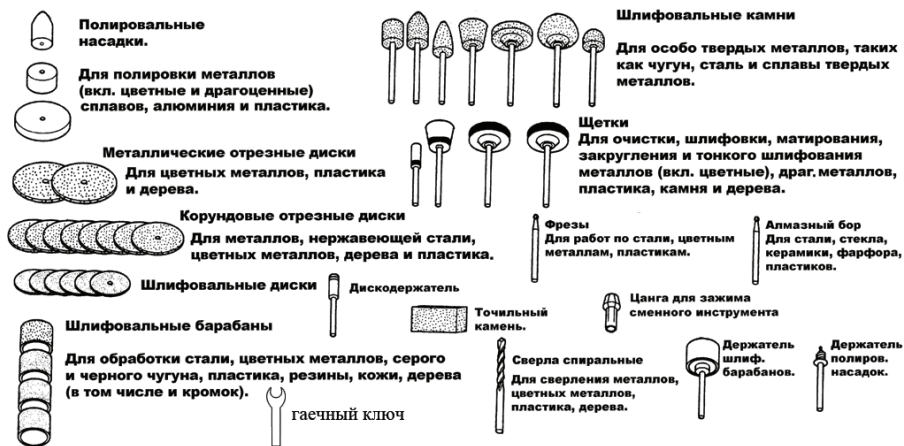

рис. 2
Крутящий момент с якоря двигателя передаётся на цанговый патрон. В патрон крепятся различные насадки (рис.2), которые являются основным рабочим инструментом гравёра. На корпусе гравёра стрелкой указано направление вращения патрона.
4.3 Набор аксессуаров для гравёра представлена рис.2